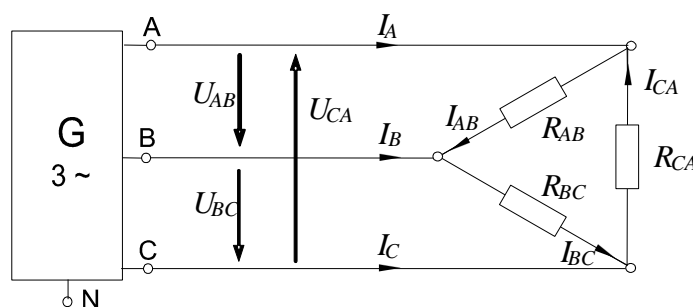

Рисунок 7 – Исследование цепи при симметричной активной нагрузке
1.1. Соберите цепь с симметричной нагрузкой ( $R_{AB}=R_{BC}=R_{CA}=1$  кОм) согласно схеме (рис. 7). Для измерения шести токов (три фазных и три линейных) включите в цепь три виртуальных амперметра и три мультиметра в режиме измерения токов.